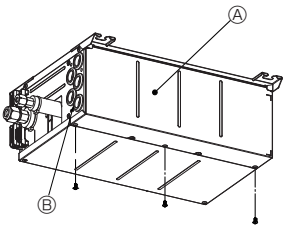

Fig. 8-1
1. Retirez le protection électrique. (Fig. 8-1)